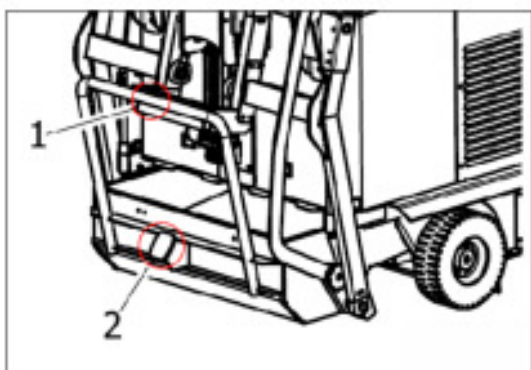

Fig. 19
- 10) Cuando el cilindro ha llegado al final de su carrera, aferre el mango del contenedor (Pos. 1 Fig. 19) con una mano y empuje con un pie sobre el pedal (Pos. 2 Fig. 19).